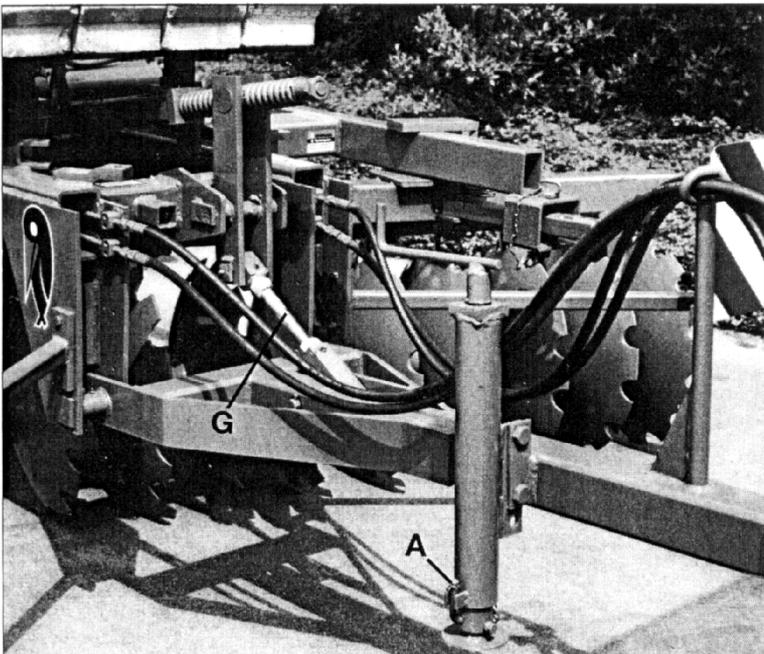

Fig. 2
- b) von vorderen zu hinteren Scheibensätzen; am Spansschloß G (Fig. 2).